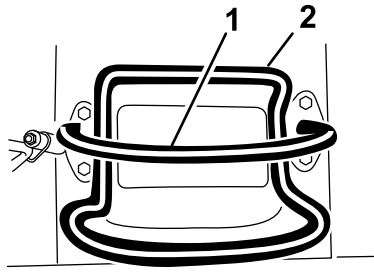

Bild 6
- Lassen Sie zum Anhalten den Fahrertriebshebel los (Bild 6).